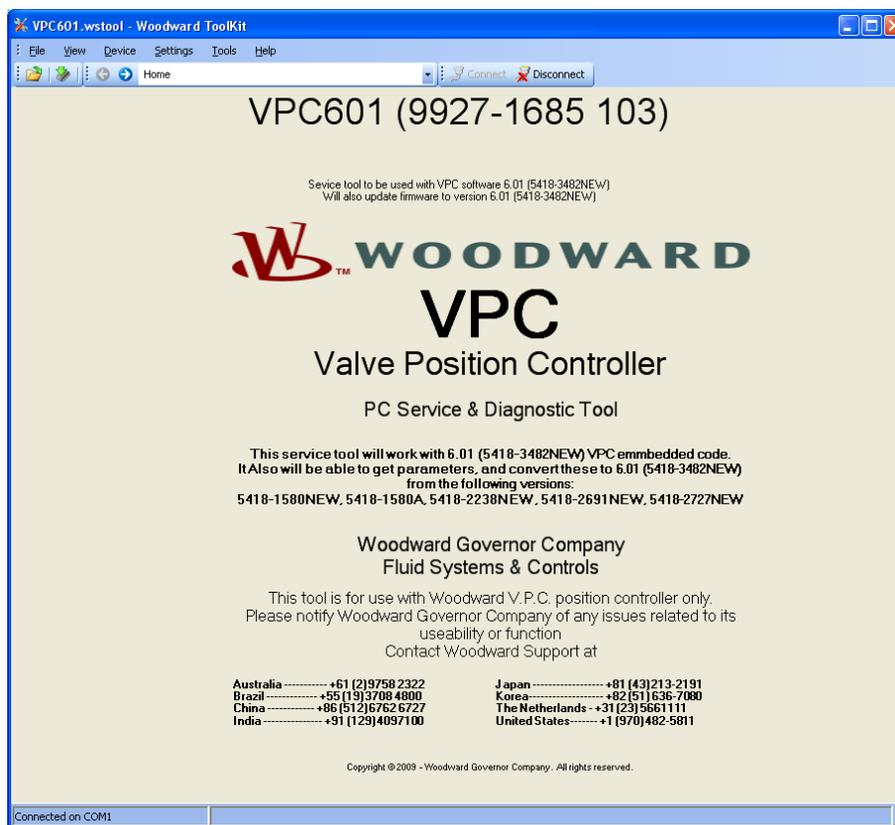

図 4-1. VPC タイトルページ
VPCタイトルページはPC上でサービスツールを立ち上げたときに表示されます。VPCサービスツールのタイトルページには、サービスツール及び、このサービスツールを使って制御及び監視できるファームウェアの重要なバージョン情報が載っています。また支援が必要なときのWoodward技術サポートへの連絡先も載っています。(図 4-1)
**Home** - サービスツールとそれがサポートするソフトウェアを表示 (図 4-1)